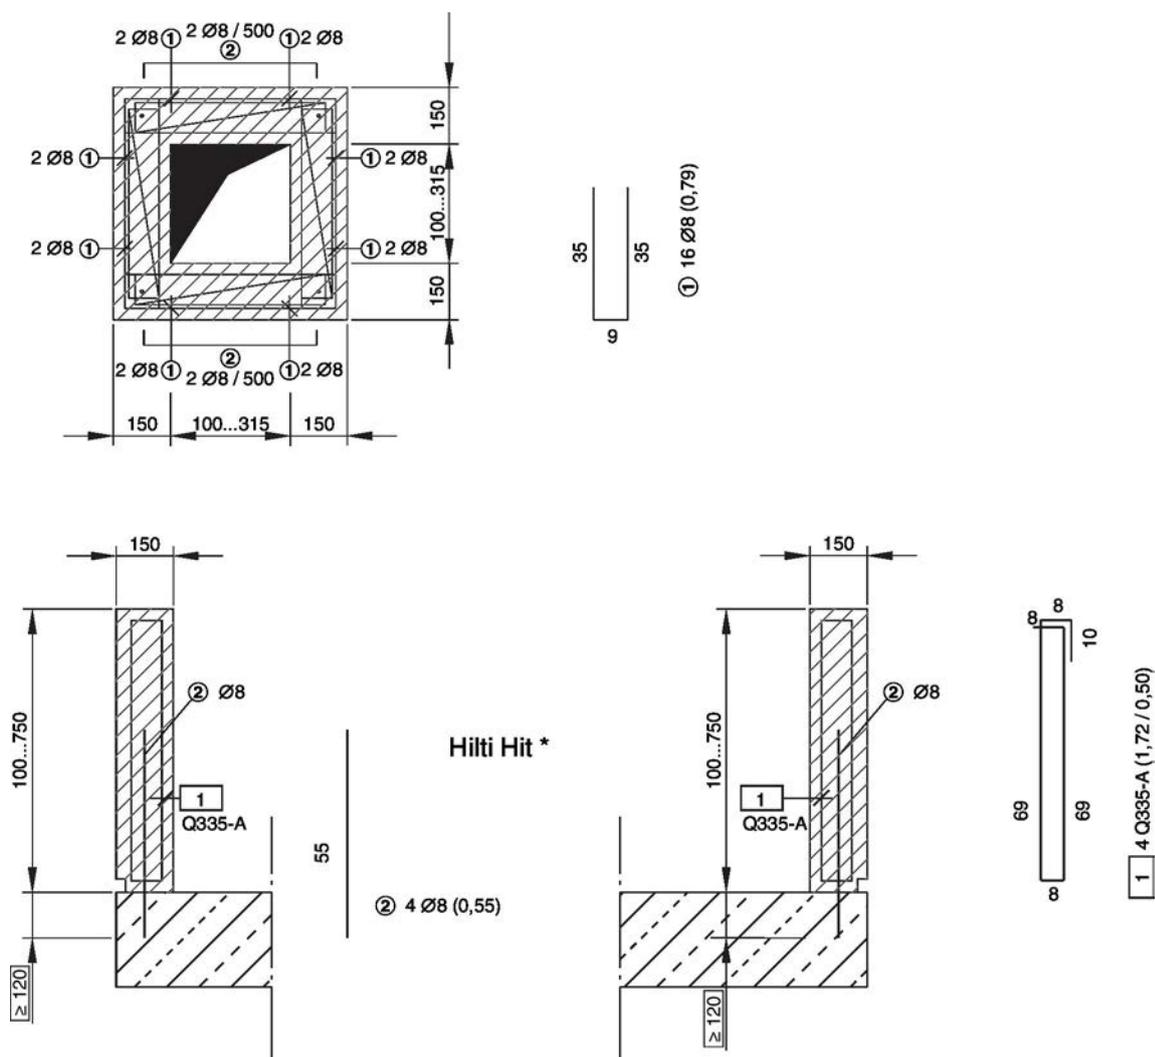

Fig. 23: Base en béton armé pour les hauteurs de 100 à 750 mm
| 4 | Base en béton conforme au plan de renforcement, voir la Fig. 23 | B | Côté commande |
- Créer une base en béton ; pour l'armer voir la Fig. 23 (ou similaire, par ex. treillis soudé).